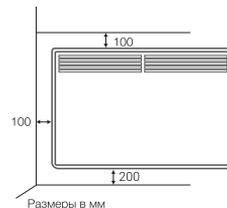

Рис. 1
- Минимальные расстояния до других предметов см. на рис. 1.